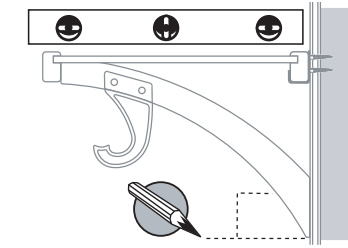

FIG. 6.0
- Coloque la ménsula en escuadra de manera perpendicular con la parte de abajo del estante y la pared de atrás. Marque el lugar donde se hará el orificio y marque una línea en la parte inferior de la ménsula en escuadra apoyada en la pared (Fig. 6.0).